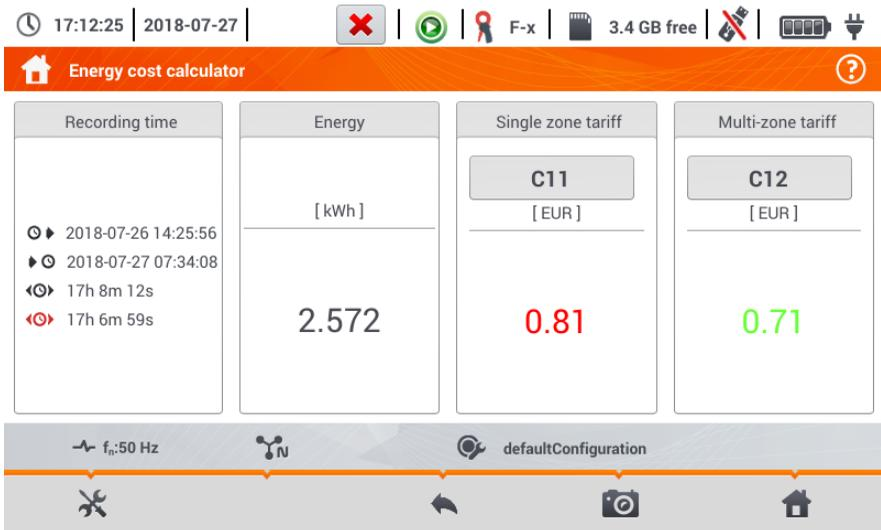

Fig. 5.28. Ansicht des Energieverlustrechners
5.7 Schritt ③) und wählen sie das Symbol . Das Menü der Energiekosten wird wie in in **Fig. 5.28** mit folgenden Abschnitten angezeigt: